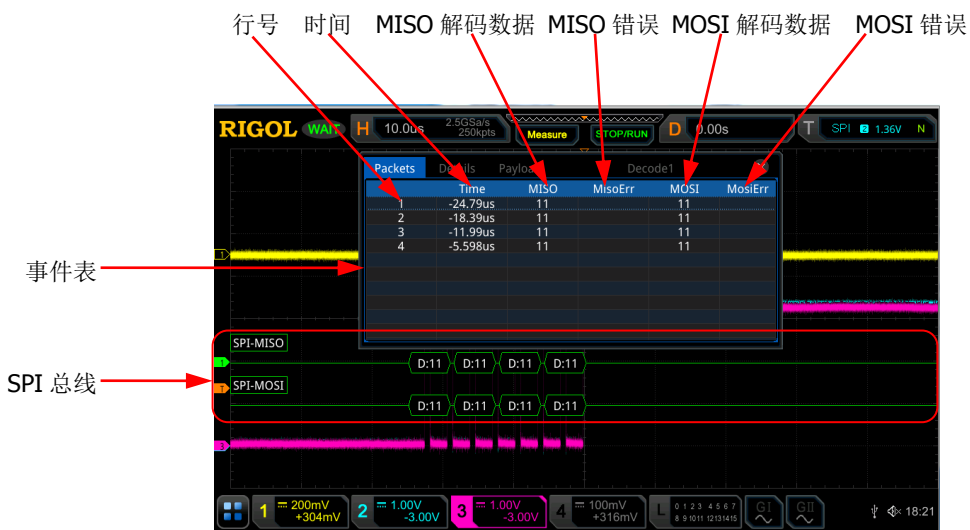

图 11-8 SPI 解码事件表
- 打开或关闭事件表：连续按 **事件表** 键，打开或关闭事件表显示。打开事件表，屏幕弹出如图 11-8 所示的事件表。您也可以用触摸屏功能触摸事件表右上方的图标  关闭事件表功能。另外，当运行状态为“STOP”时，您还可以旋转多功能旋钮  选择指定行并查看相应的解码信息。